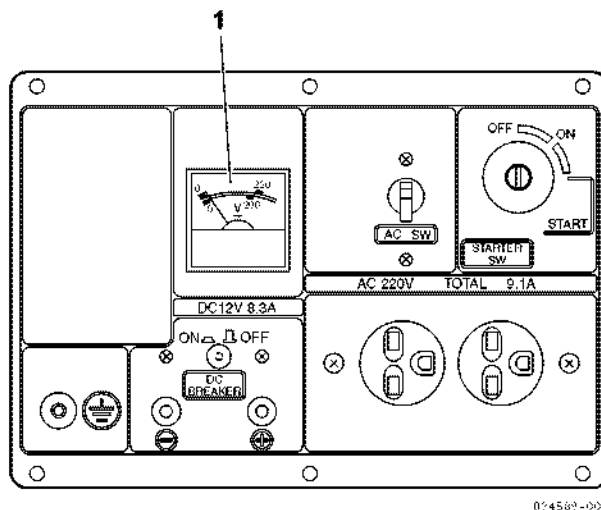
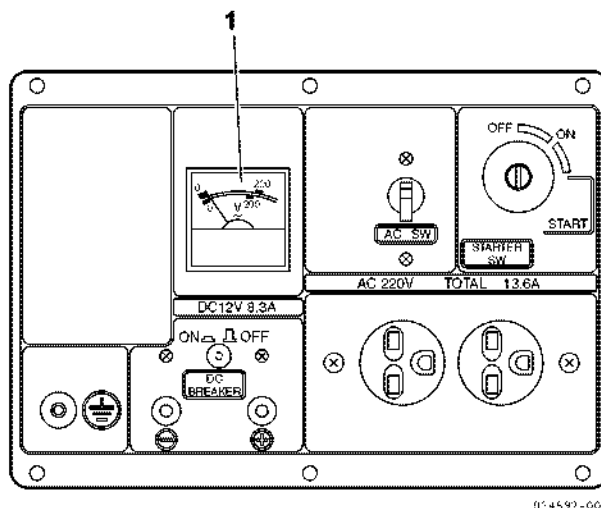
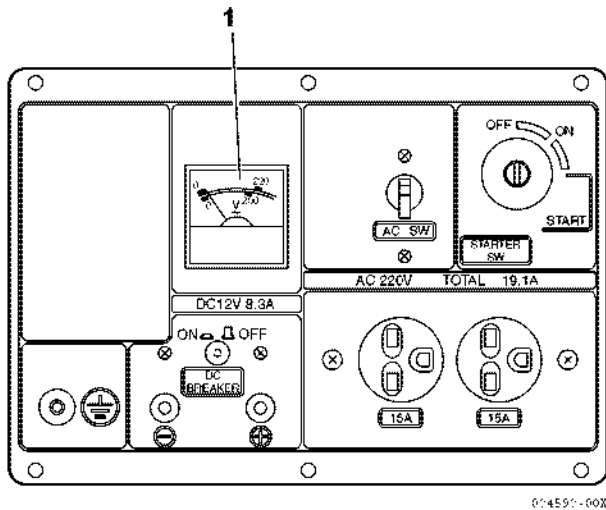
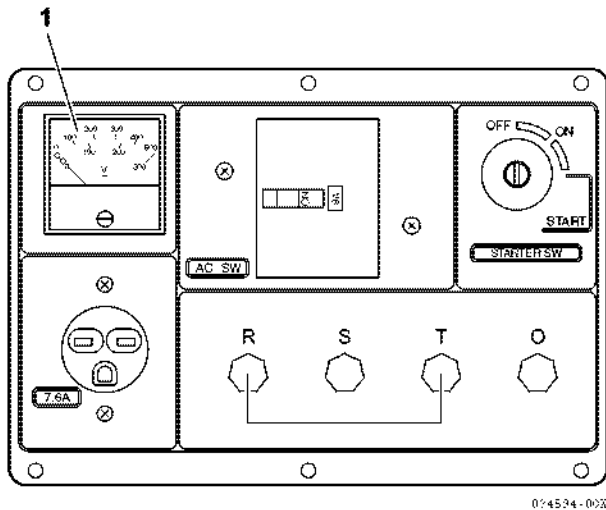

Рис. 59
Рис. 60
Рис. 61
Рис. 62
1. Заведите двигатель. См. **уск генератора на стр. 58.** Как только двигатель завелся, проверьте показания вольтметра (Рис. 59, (1)) или (Рис. 60, (1)) или (Рис. 61, (1)) или (Рис. 62, (1)) и убедитесь, что на выходе нужное напряжение. Если на вольтметре нулевые показания — **ОСТАНОВИТЕ** генератор; возможно генератор или вольтметр неисправен.